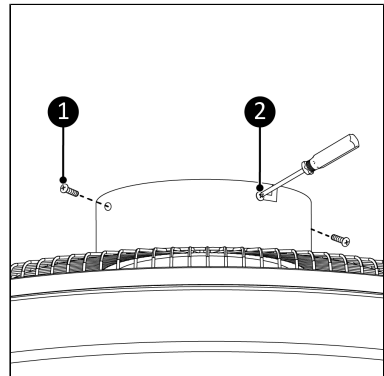

Figure 64.
11. Placez et serrez les deux vis dans les trous ronds du boîtier du ventilateur et du support de montage (Figure 64, pos. 1).
12. Serrez à présent les deux vis des trous oblongs en forme de L (Figure 64, pos. 2).